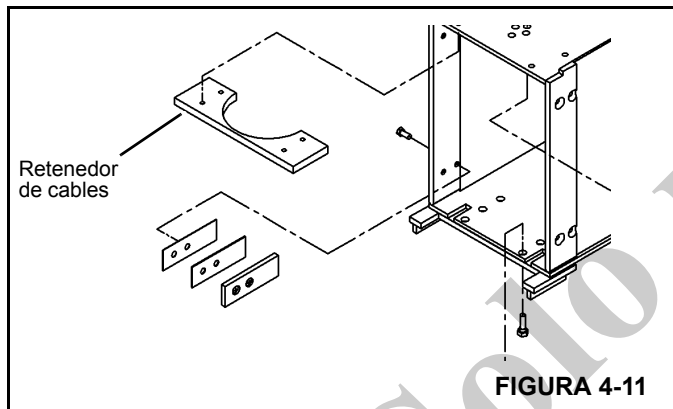

FIGURA 4-11
12. Instale el retenedor del cable en la placa superior de la 2ª sección (Figura 4-11).